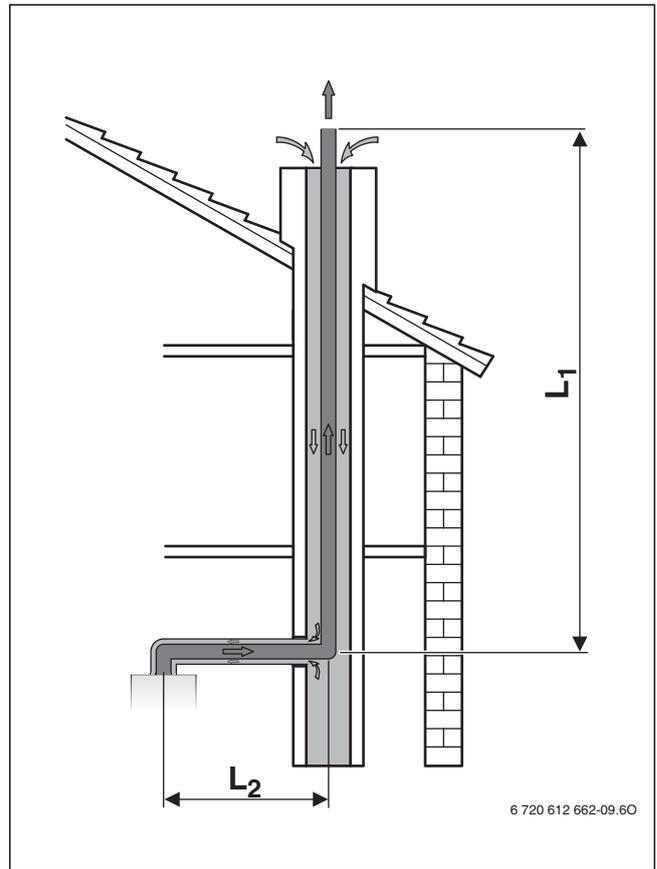

Fig. 24 Evacuation des fumées dans le conduit selon C₉₃
- Si l'évacuation des fumées se fait par un conduit avec système d'évacuation des fumées C₄₃ ou C₉₃ (→ fig. 24), le conduit doit être nettoyé.